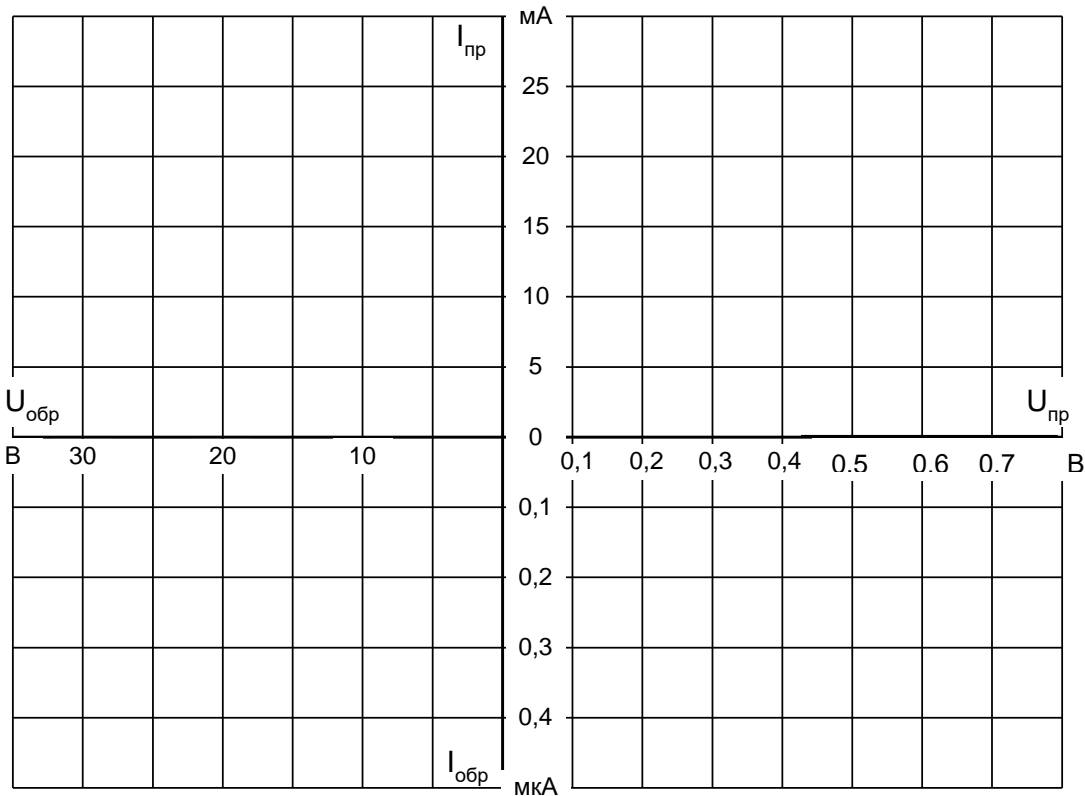

Рис.1.1.3
- Перенесите измеренные данные из таблиц на график (рис.1.1.3) и постройте вольтамперную характеристику диода.